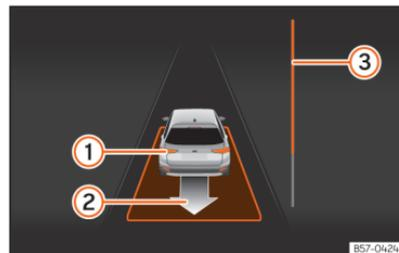

Fig. 143 No ecrã do painel de instrumentos: sair do estacionamento de um lugar em paralelo.
- Retroceda até soar o sinal contínuo do ParkPilot; **OU:** faça marcha-atrás até aparecer a indicação de fazer marcha à frente no ecrã do painel de instrumentos. A barra de progresso **>>> Fig. 143** **3** indica a distância a percorrer.